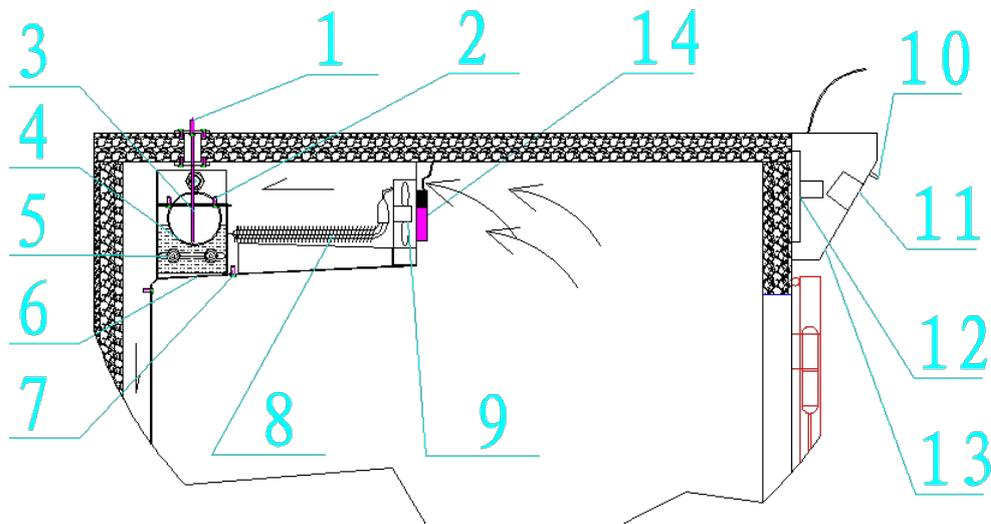

Imagen 2: Evaporador de humedad y temperature
en la imagen 2'14'), se debe mantener el flujo de aire de lo contrario la señal detectada tendrá inconsistencias.
Nombre de cada parte mostrada en la imagen 2:
La manera de la operación (refiera por favor la imagen 2):
- a. Cierre la fuente de agua y suelte la junta del tubo de cobre (Imagen 2'3'showed).
- b. Desmonte el deflector del tanque de agua (Imagen 2'6'showed
- d. Desmontar el tornillo (imagen 2 '2' demostrado), el agua en el
- En primer lugar, por favor, desmontar la línea de gel de sílice en la caja controlada, a continuación, desmontar la placa fija del ventilador, se puede ver el tubo de calor eléctrico en forma de W Que se muestra en la imagen 2 '8', esta tubería es de combustión seca de tubo de calor eléctrico. Descargue dentro de dos tuercas de mariposa, quitar la abrazadera de tubo de calor eléctrico, puede quitar el tubo de calor eléctrico quemado seco.
- Los métodos de cambiar el tubo de calor eléctrico de agua (humedad) (Imagen 2 '5'): De acuerdo con el método del tanque de limpieza para retirar el tanque de agua, reemplace el tanque de agua dentro del agua y la tubería de calor de electricidad.